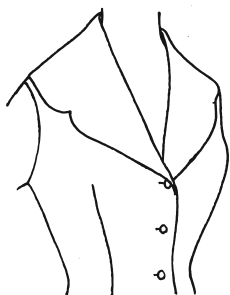

Рис. 451
**5. Прохождение линии отлета воротника.** Чтобы определить, где должна приблизительно проходить линия отлета, надо прежде провести линию перегиба воротника. Для стойки классического воротника она вполне определена, что нельзя сказать о любом фантазийном воротнике. Линия перегиба такого воротника варьируется в зависимости от высоты воротника, формы полужаноса (см. рис. 451 и 452), вида ткани, индивидуального наклона плеча и т. д.
**Пример второй.** Рассмотрим еще некоторые дополнительные сведения по поводу расширения воротника на моделях, обозначенных рис. 451 и 452. Они отличаются от предыдущей более расширенной формой.
При выполнении воротника подобного типа на ткани вы сможете составить мнение о различии во внешнем виде отлета в зависимости от уровня полузанося, как показано на рис. 451 и 452.